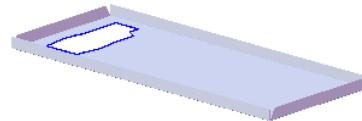

图 17.7.57 创建切除—拉伸 1
Step6. 创建图 17.7.57 所示的切除—拉伸 1。